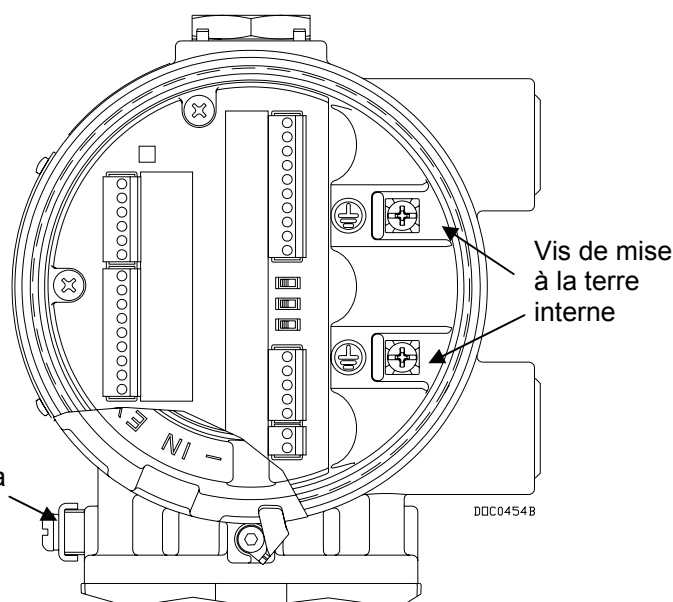

Figure 3. Carte mère du FloBoss 103 (avec bornier)
4. L'appareil FloBoss doit être correctement relié à la terre. Le FloBoss 103 comporte une vis de mise à la terre à l'extérieur du boîtier et deux vis de mise à la terre à l'intérieur du boîtier. Voir la *Figure 3*.